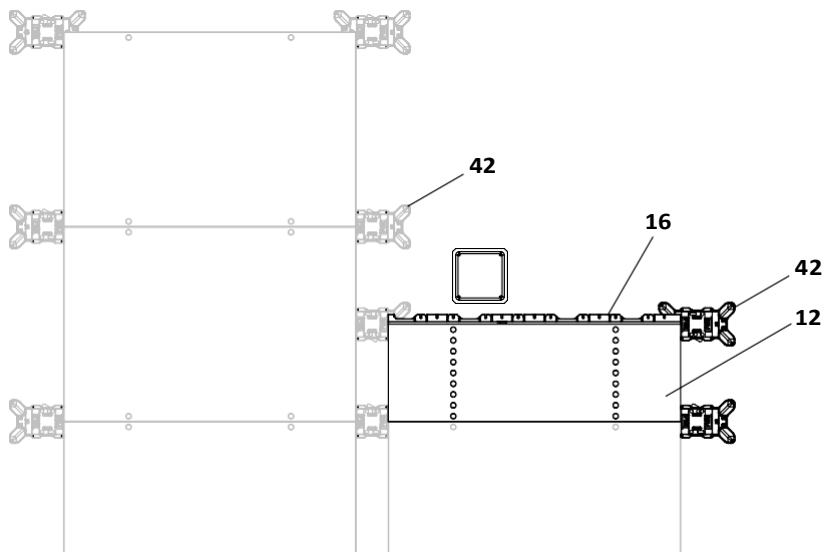
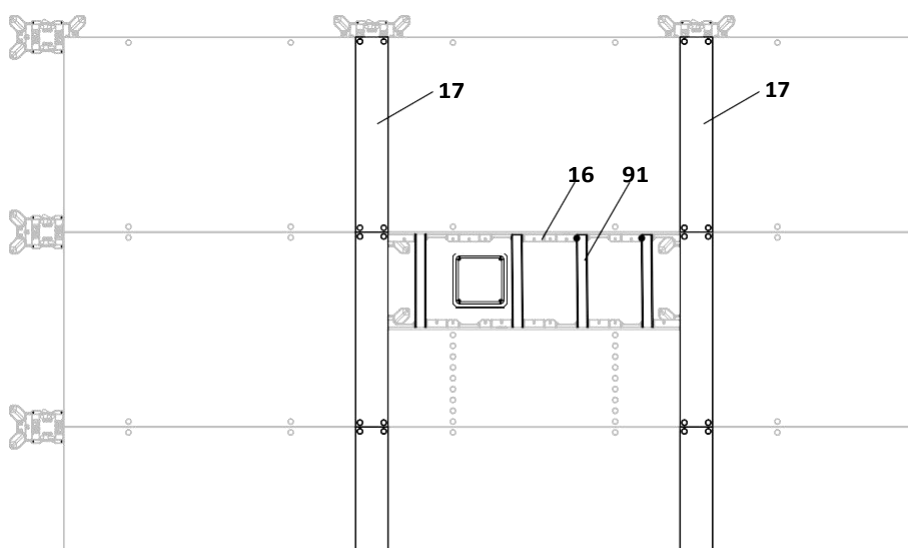

Fig. D3.10
Fig. D3.11
1. Използвайте преподпрящи глави (42) вместо опорни глави DFH.
2. Закрепете ел-ти с ребра за вложки от двете страни в зоните за изравняване на подпори с преподпрящи глави. (Fig. D3.10)
3. Поставете бичмета (91) на всяко място в реброто 18 DFS (16).
5. Монтирайте елементи DFP (17) отгоре на преподпрящите глави. (Fig. D3.11)